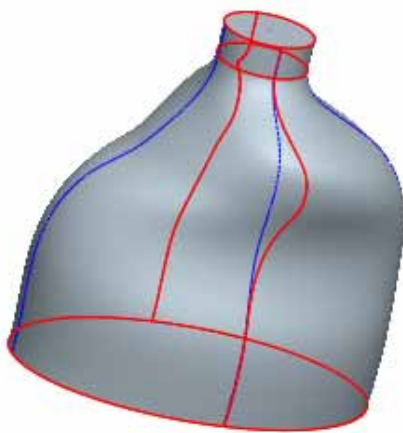

图 45-10
(6) 单击 ，完成草图绘制，单击  按钮，完成可变剖面扫描特征的建立，结果如图 45-10 所示。